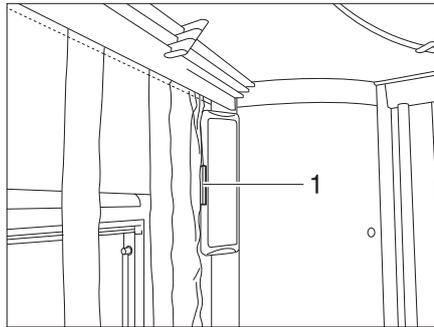

Fig. 78 Persiana plisada
- Tirar del tensor de cordón (Fig. 78,1) hacia abajo. La persiana es tirada de las bandas hacia arriba y plisada.